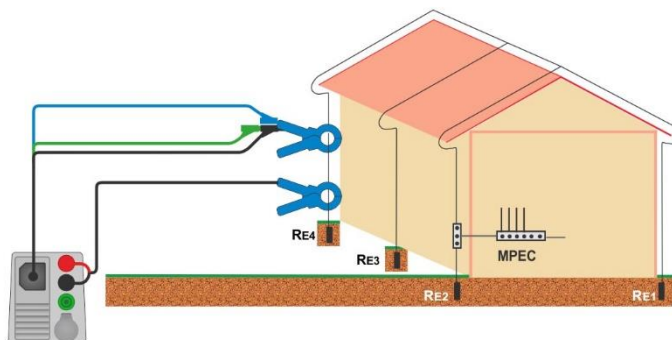

Abbildung 7.75: Berührungslose Erdungswiderstandsmessung
- › Stromzangen am Prüfobjekt, siehe **Abbildung 7.75**.